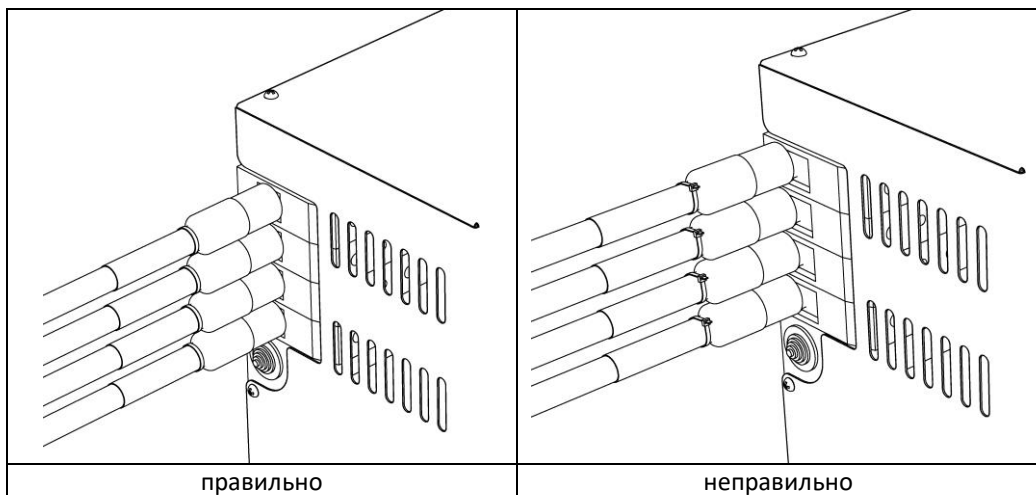

рис. 5
- 6.13. При подключении наконечников проводов к зажимам кабеля питания, необходимо обратить внимание на правильное положение наконечников (см. рис. 5). При правильном подключении все внешние токоведущие части зажимов будут надежно прикрыты изоляторами наконечников, что обеспечит в дальнейшем безопасную эксплуатацию электрокотла.